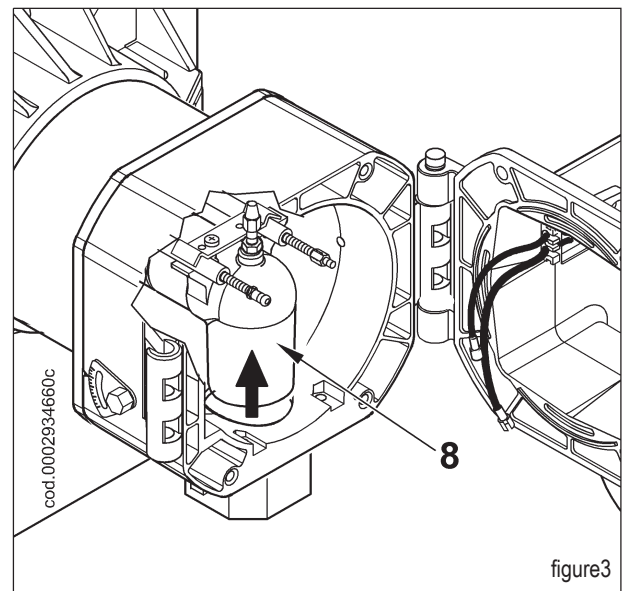

figure3
Après avoir ôté les câbles d'allumage et d'ionisation (3) des extrémités des électrodes respectives, dévisser complètement l'écrou (4) et visser la vis (5) en la faisant avancer à l'intérieur du raccord d'arrivée de gaz (8) figure 3, sur une longueur suffisante pour garantir le démontage successif du groupe de mélange.
Lever légèrement le raccord d'arrivée de gaz (8) (figure 3) et ôter tout le groupe de mélange dans la direction indiquée par la flèche (9) figure 4. Une fois les opérations d'entretien terminées, remonter la tête de combustion en procédant à l'inverse, après avoir vérifié que la position des électrodes d'allumage et d'ionisation est correcte (voir fiche 0002934690).